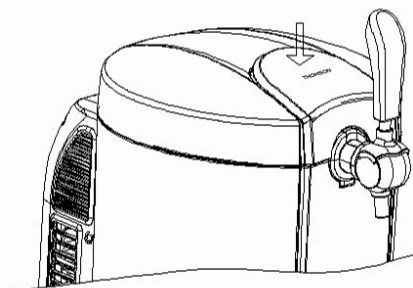

Figure 11
1. Ouvrez le couvercle supérieur en appuyant sur le verrou (figure 11). Placez le fût correctement assemblé dans la cavité de refroidissement (figure 10).